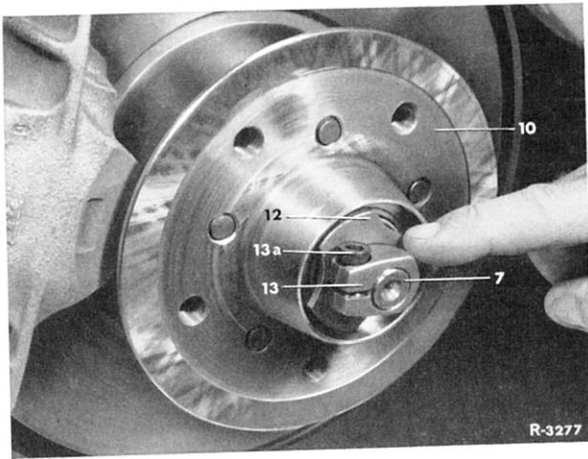

Bild 33–5/9
vornehmen (Bild 33–5/9). Kontrollvorschrift siehe Arb.-Nr. 33–0.
28 Radkappe mit Wälzlagerfett füllen und mit der Vorrichtung (30) aufdrücken (Bild 33–5/1).